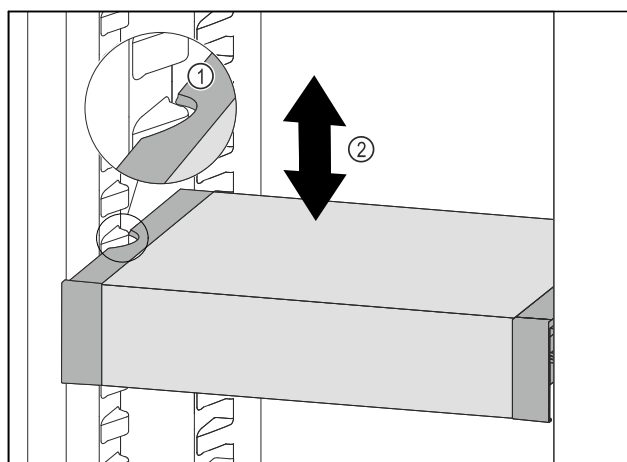

Fig. 102
- Tire del VarioSafe hacia delante hasta que los huecos laterales del VarioSafe se encuentren a la altura de la nervadura del recipiente en el compartimento del frigorífico. *Fig. 102 (1)*
- Mueva el VarioSafe hacia arriba o hacia abajo en el compartimento del frigorífico hasta alcanzar la altura deseada. *Fig. 102 (2)*